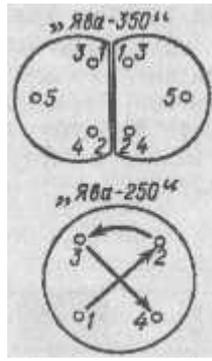

Рис. 126. Схема порядка затяжки гаек на шпильках цилиндров
4. Затянуть гайки на шпильках, при этом постепенно и равномерно увеличивая силу затяжки и соблюдая порядок затяжки у двигателя "Ява350" согласно рис. 126.
У двигателя "Ява-250" затяжку гаек надо производить крест-накрест (см. рис. 126).